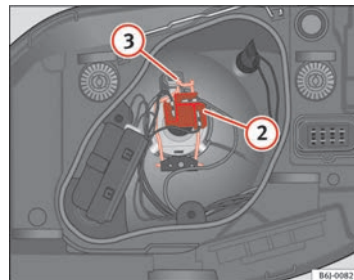

Abb. 141 Abblend- / Fernlicht bei Einfachscheinwerfer
- Ziehen Sie den Stecker ⇒ Seite 226, Abb. 141 ② von der Lampe ab.
- Die Haltefeder ⇒ Seite 226, Abb. 141 ③ durch Eindrücken und Rechtsdrehung abnehmen.